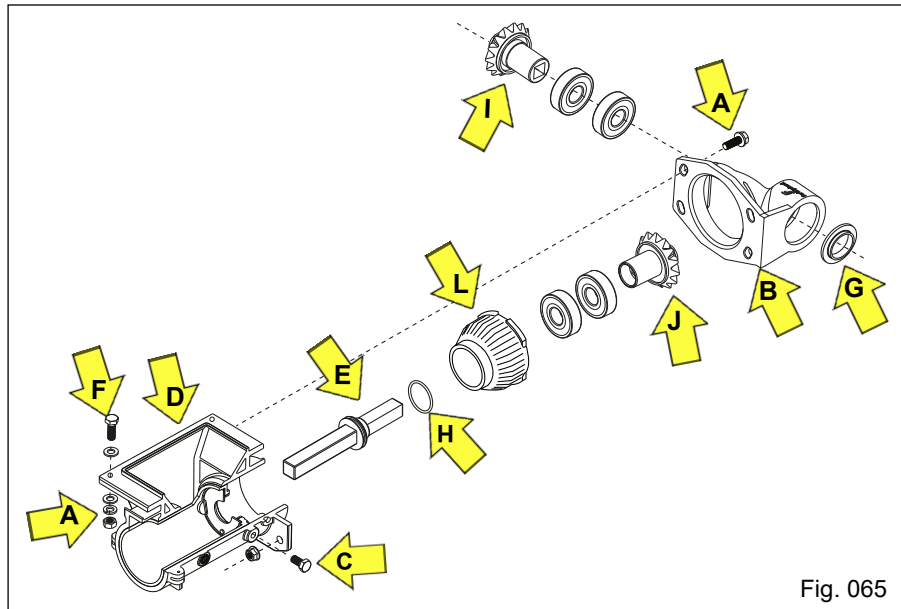

Fig. 065
e) Para a troca, limpeza ou substituição dos rolamentos e componentes do conjunto, retire o conjunto dosador da Plantadora através da remoção do eixo acionador e buchas de união, afrouxe e retire os parafusos de fixação do dosador na base do distribuidor. A seguir retire os quatro parafusos e porcas “A” de fixação do mancal suporte dos pinhões de transmissão “B”, afrouxe e retire os parafusos “C” de fixação do revestimento “D”, retirando a seguir o conjunto. Retire o eixo acionador “E” e remova a bucha “L” dos mancais do rolamento, fazendo a limpeza ou substituição necessária (Fig. 065).
ATENÇÃO: Observe se há necessidade de montar arruelas de ajuste “H” nos pinhões “I e J”. Havendo necessidade de substituição dos pinhões, troque as tuas peças, ou seja o pinhão motriz “I” e o pinhão movido “J”. Aproveite para verificar as condições do parafuso “F”, caso os mesmos apresentem corrosão excessiva, deve substituir por parafuso de inox (Fig. 065).